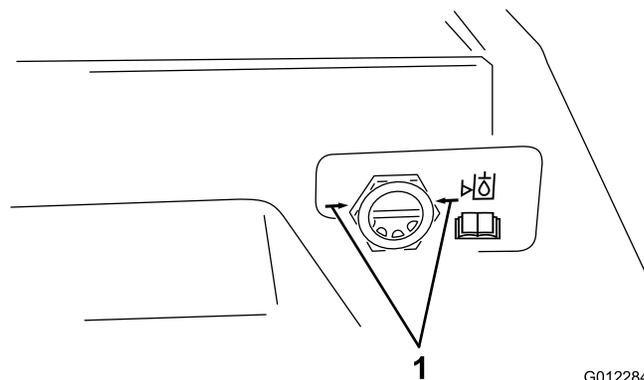

Figura 43
5. Com as unidades de corte para cima e o óleo quente, veja novamente pelo vidro de visualização (Figura 43). Se o fluido hidráulico não estiver ao nível das setas, adicione óleo suficiente para o subir para o nível adequado. **Não encha até acima se o fluido estiver frio.**
6. Olhar para o vidro de visualização (Figura 43). O óleo hidráulico tem de estar ao nível das setas ao verificar óleo quente. Se o nível estiver baixo, adicione óleo hidráulico ao reservatório.